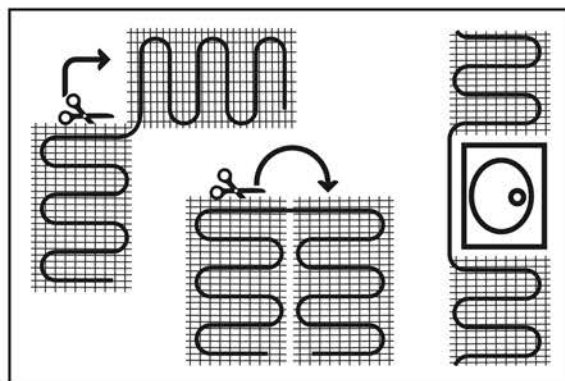

Рис. 6 – Разрезание сетки для нужной конфигурации
5. Нанести грунтовку. Уложить нагревательный мат сеткой вниз, согласно составленной схеме. Разрезать стекловолоконную сетку при необходимости получения желаемой обогреваемой площади (рис.6).